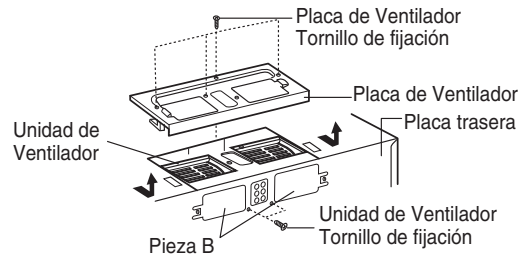

Ilustración 13
1. Quitar uno o dos tornillo(s) de montaje de unidad del ventilador y uno o varios tornillo(s) de placa de sujeción del ventilador. Retirar la placa del ventilador del armario. Consultar Ilustración 13.